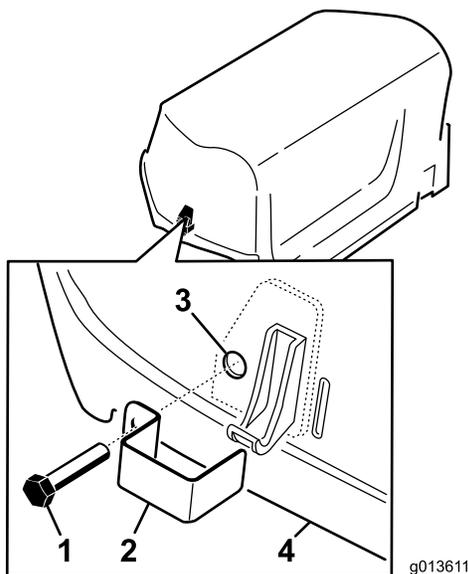

Figura 7
1. Montate un dispositivo di chiusura sui fermi del cofano di sinistra e destra (Figura 7) con un bullone senza dado (2 in totale).
2. Utilizzando delle pinze o una chiave regolabile, avvitate la rondella di bloccaggio interna su ciascun bullone (da 1 a 2 filettature) per fissare i bulloni (Figura 7).